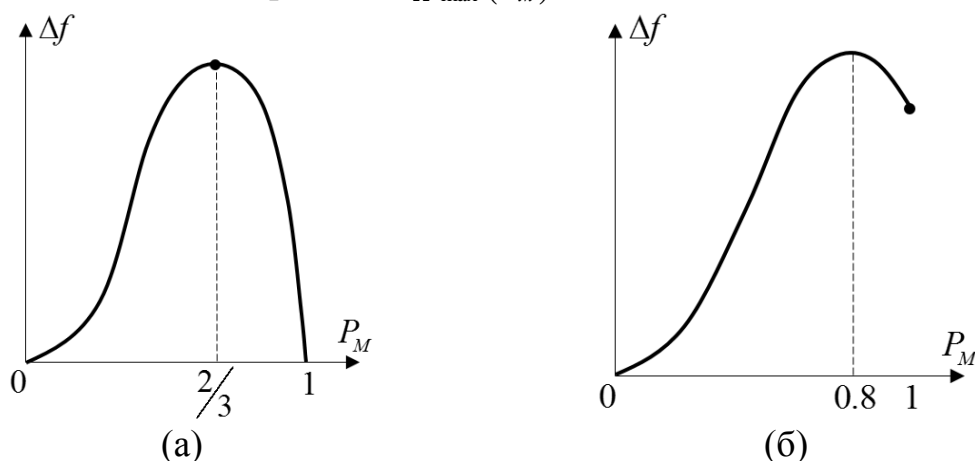

Рис.2.8. Иллюстрации к задаче 2.13
**2.13.** По графикам рис.2.8,а,б определить  $|e_{nd}|$ , если напряжение на контуре  $U = 10$  В. Изобразить  $U_{\Omega \max}(P_M)$ .